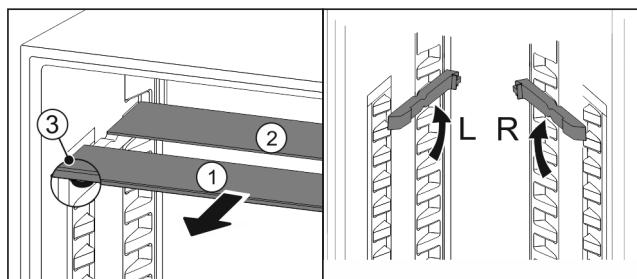

Fig. 25
- Пусните Fig. 25 (1) скляну панель вперед.
- Скляна панель Fig. 25 (1) з декоративною планкою лежить спереду.
- Стопори Fig. 25 (3) показують вниз.